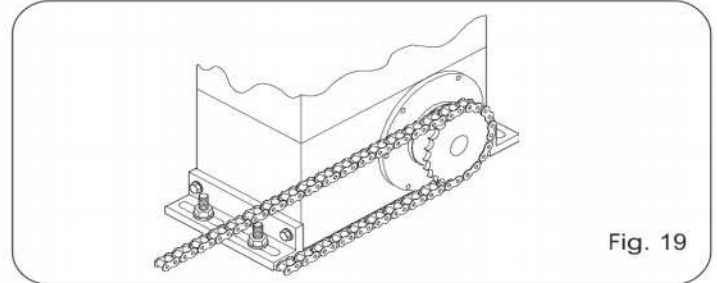

Fig. 19
- Ensamble la cadena como se muestra en la Fig. 19.